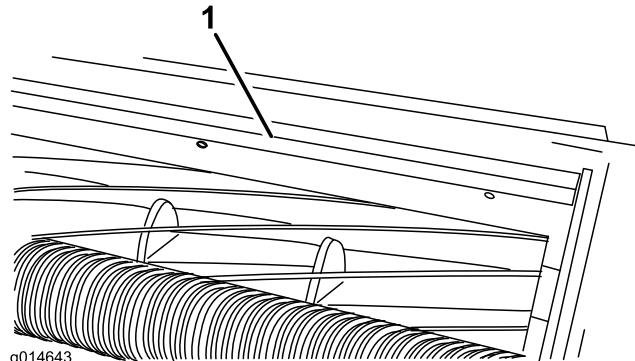

Рисунок 12
- Ослабьте винты крепления верхней планки (Рисунок 12) к режущему блоку.